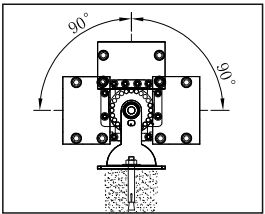

Рис. 4
- 5.16 Обеспечить нацеливание прибора (рис. 4.), шаг нацеливания 15°. Диапазон нацеливание 0-180°